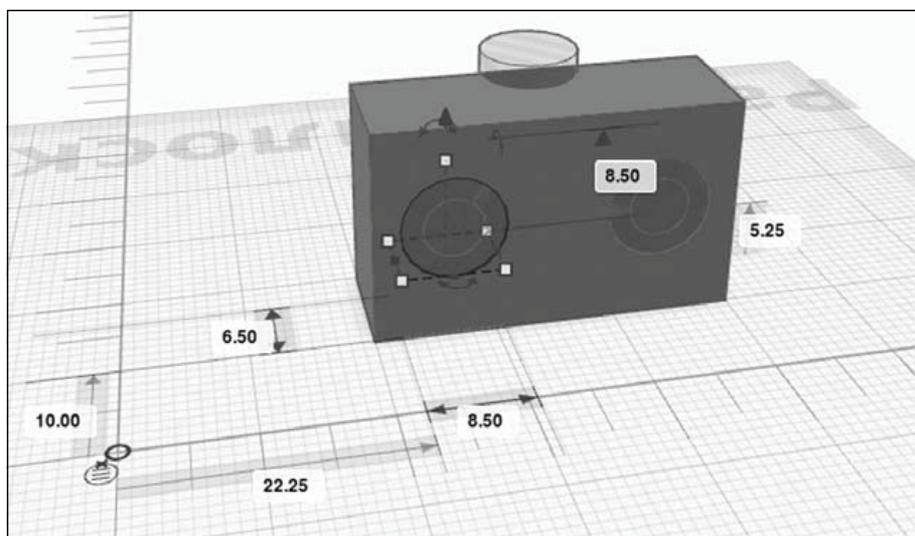

Рис. 46. Добавление отверстия под болт
9. Повернуть рабочую область. Установить линейку на новое место. Добавить выемку под головку болта (рис. 46).